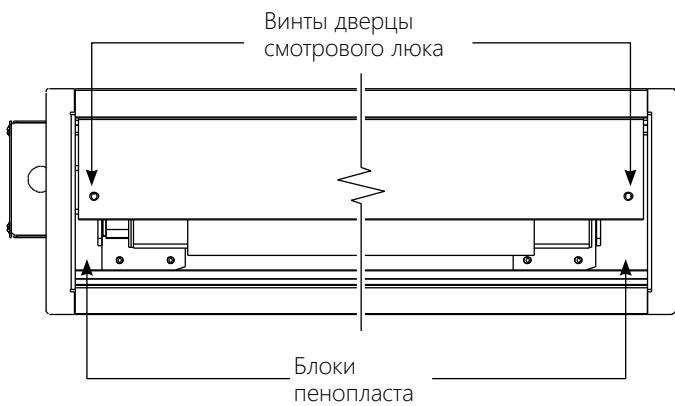

Рисунок 1
5. Для транспортировки между кронштейнами и заглушками вала также вставлен пенопласт (рис. 1). Снимите блоки пенопласта с торцов.
1. Снимите дверцу смотрового люка. Сначала выкрутите 2 винта на концах с помощью отвертки Philips № 2. При этом во избежание травм обязательно поддерживайте дверцу. Затем слегка поднимите дверцу и отведите ее от кромки корпуса (рис. 1).